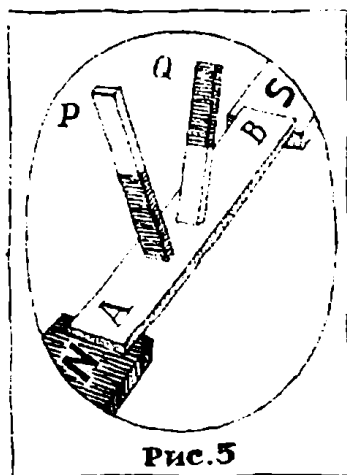

Рис. 5
5. «Если намагничиваемый стальной брусок мал, то одного прикосновения к сильному магниту бывает достаточно, чтобы его намагнитить. Для намагничивания же больших стальных полос применяют следующий предложенный Дюгамелем способ. Стальную полосу *AB* кладут на два разноименных полюса *S* и *N* (рис.5). Затем ставят наклонно на середину два других магнита *P* и *Q* так, чтобы *P* касался намагничиваемой полосы северным, а *Q* — южным полюсом, и проводят ими по полосе